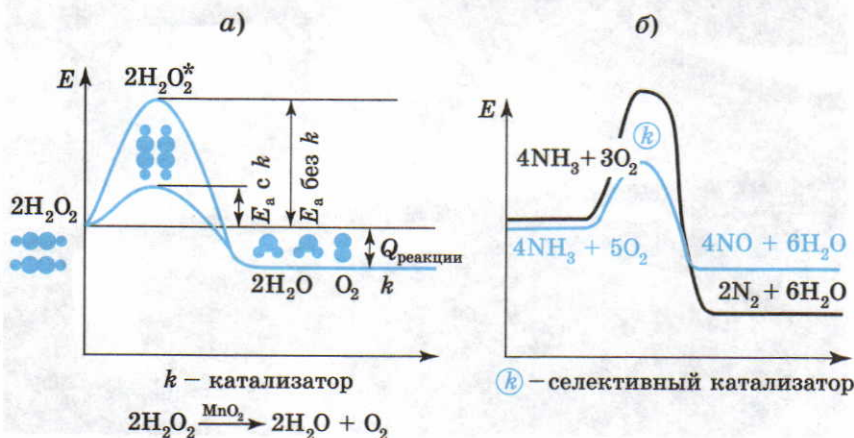

Рис. 31. Энергетические диаграммы каталитических реакций с использованием обычного (а) и селективного (б) катализаторов
Можно увеличить скорость реакции, используя специальные вещества, которые изменяют механизм реакции и направляют ее по энергетически более выгодному пути с меньшей энергией активации (рис. 31, а). Их называют **катализаторами** (от лат. *katalysis* — разрушение).
Катализатор действует как опытный проводник, направляющий группу туристов не через высокий перевал в горах (его преодоление требует много сил и времени и не всем доступно), а по известным ему обходным тропам, по которым можно преодолеть гору значительно легче и быстрее. Правда, по обходному пути можно попасть не совсем туда, куда ведет главный перевал. Но иногда именно это и требуется! Именно так действуют катализаторы, которые называют *селективными* (рис. 31, б). Ясно, что нет необходимости получать из аммиака азот, зато оксид азота (II) используют в производстве азотной кислоты HNO_3 .
Как и в случае гомогенного катализа, при гетерогенном катализе реакция протекает через активные промежуточные соединения — активированные комплексы (см. диаграмму на рис. 31, а), которые представляют поверхностные соединения катализатора с реагирующими веществами. Сначала происходит адсорбция, т. е. поглощение молекул реагирующих веществ пористой поверхностью катализатора, с образованием активных частиц, участвующих в реакции. Молекулы продуктов не образуют прочных связей с катализатором и десорбируются.